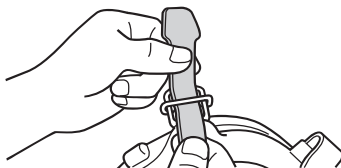

図76 取り付け
3. しめひもの裏・表、ねじれ等に注意して、外した手順通りに取り付けます。(図76参照)